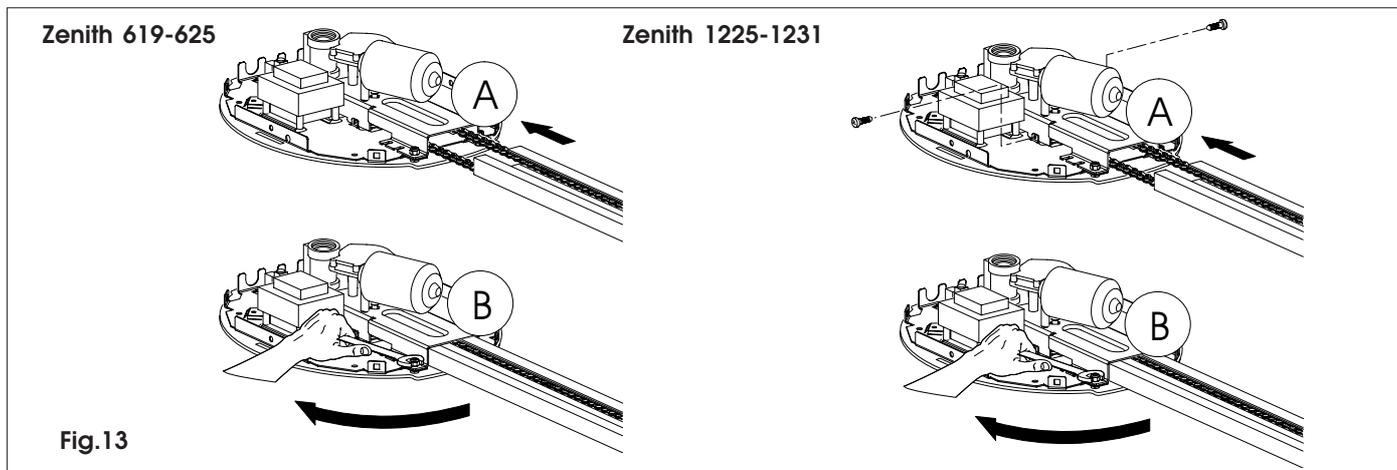

Fig.13
6.9 Serrare il gruppo motore con apposita chiave (fig. 13 rif.B).